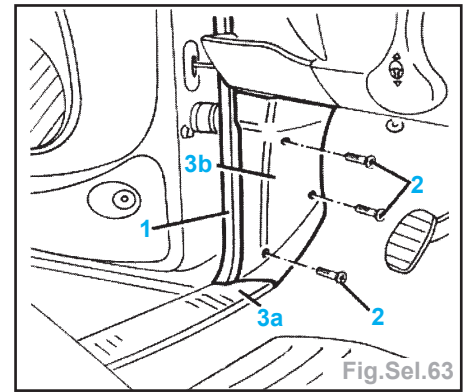

Fig.Sel.63
• la garniture D et G de pied AV (Fig.Sel.63),